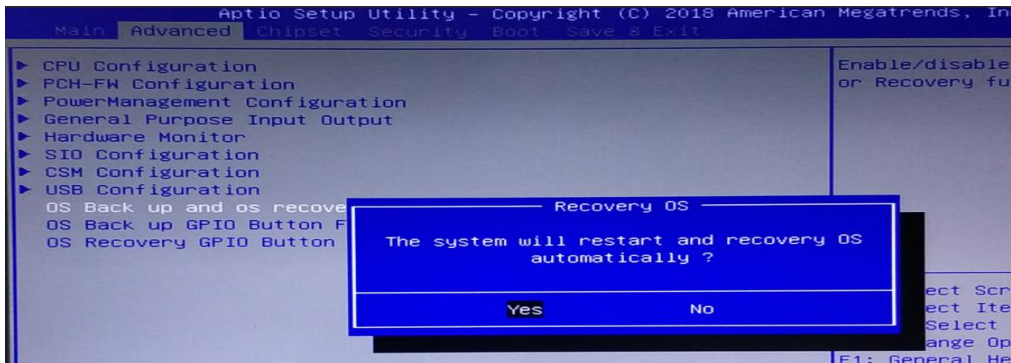

图 5 按 F4 还原界面
(3) 按下键盘左上角的 F4 按键，界面会出现提示：系统将会重启，同时开始自动还原系统（如图 5 所示），使用键盘选中[YES]，进入到还原界面开始还原，还原完成后会自动重启系统。